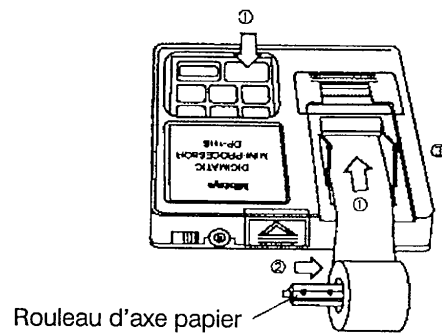

Fig. 2.6 Mise en place du papier d'impression
(4) Bien couper la bande du papier d'impression à angle droit et s'assurer que celui ci ne forme pas de plis. L'introduire et l'accompagner dans le guide de l'imprimante comme montré dans la Fig. 2.6.
(5) Appuyer ensuite sur la touche (FEED) de votre DP-1HS un rouleau va pincer et dérouler le papier dans sa position d'utilisation. Arrêter l'opération à la longueur désirée. Insérer le tampon fourni avec l'unité dans l'axe du rouleau de papier et introduisez le rouleau dans les guides de l'imprimante.